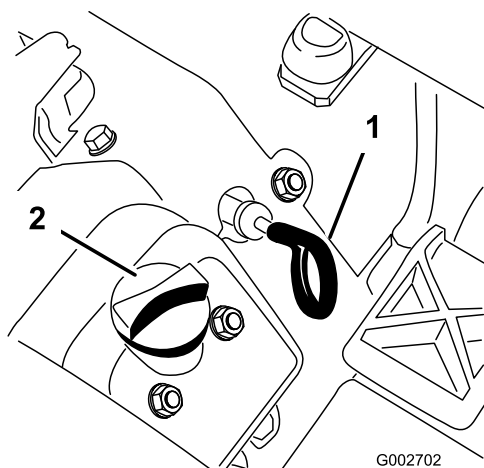

Figura 13
3. Estraete l'asta di livello (Figura 13) e asciugatela con un panno pulito. Inserite l'asta di livello nel tubo e verificate che sia inserita a fondo. Estraete l'asta di livello dal tubo e controllate il livello dell'olio. Se il livello dell'olio è basso, togliete il tappo di rifornimento dal coperchio della valvola e versate dell'olio fino a portarne il livello al segno di pieno (Full) sull'asta.